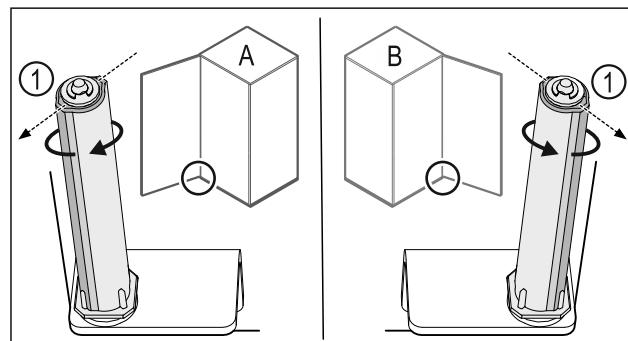

Fig. 44 Розкриття ліворуч (A) / Розкриття праворуч (B)
- ▶ Систему закриття повернати проти опору доки перемичка системи закриття Fig. 44 (1) не показуватиме назовні.